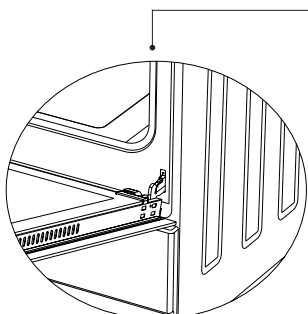

Figure 15.1
1. Ouvrez complètement la porte du four et retirez-la en ouvrant le loquet de la charnière à l'aide d'un tournevis, comme illustré à la Figure 15.1.